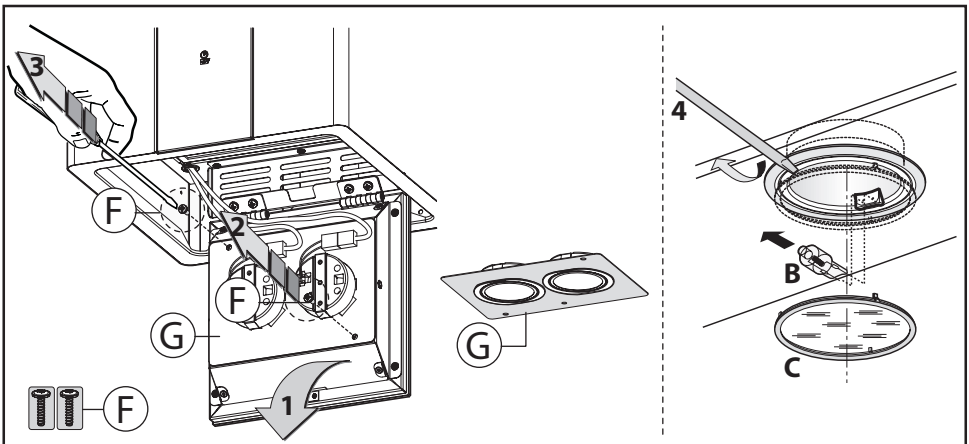

Fig.13
- **Sostituzione delle lampade alogene** (Fig.13 - fase 4).
Per la sostituzione occorre smontare il mantello decorativo **M1** o **M2** e ripetere le stesse operazioni indicate in fig.13 - fase 4 "**Sostituzione delle lampade alogene**".